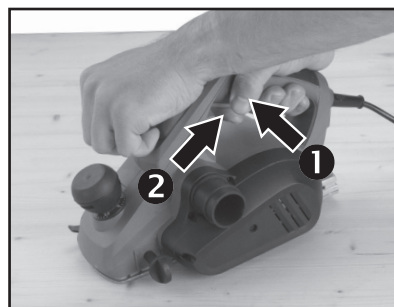

Abb. 4, Wie der Hobel bei der Arbeit gehalten wird
1. Nehmen Sie den Hobel fest am vorderen und hinteren Griff in die Hände, siehe Abb. 4.